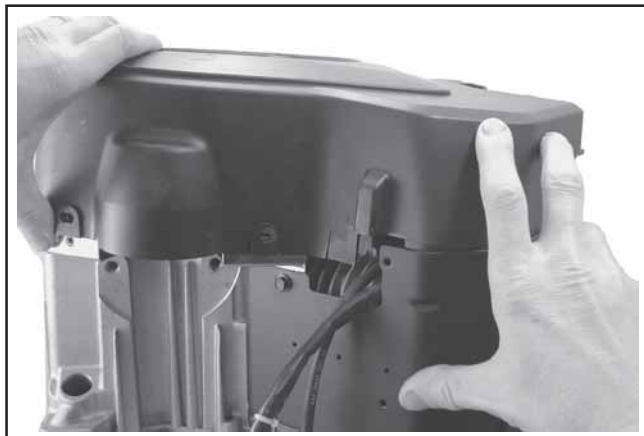

Figure 11-59. Installation du carter du ventilateur.
2. Glisser le carter du ventilateur sur sa position sur le bord avant des chicanes internes. Voir la Figure 11-59. Visser quelques vis pour maintenir le carter en place.